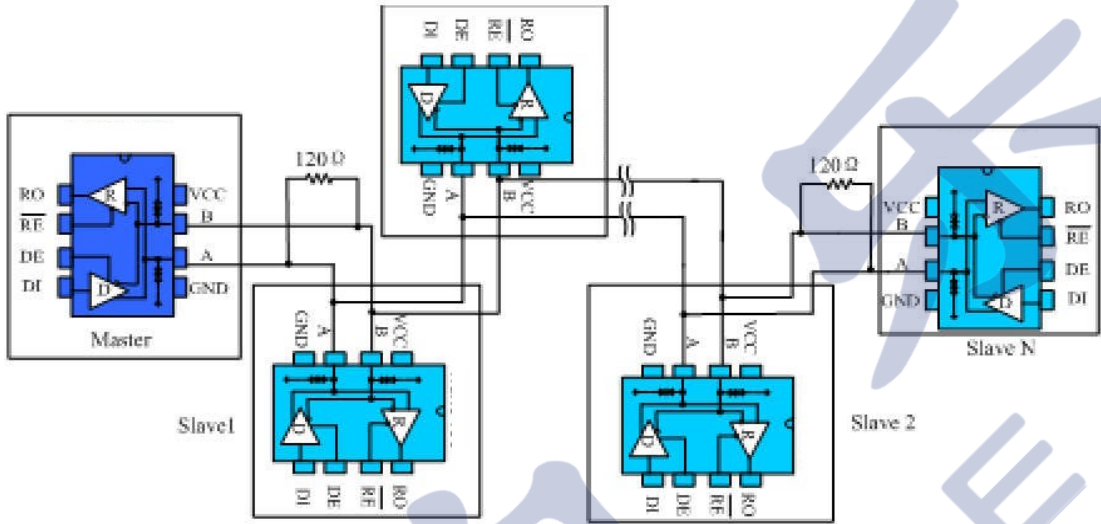

图 10 手拉手式 RS485 半双工通讯网络
**手拉手式组网：**又称菊花链拓扑结构，是 RS485 总线布线的标准及规范，是 TIA 等组织推荐的 RS485 总线拓扑结构。其布线方式就是主控设备与多个从控设备形成手拉手连接方式，如图 10 所示，不留分支才是手拉手的方式。这种布线方式，具有信号反射小，通讯成功率高等优点。